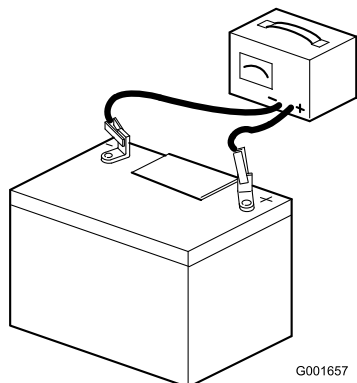

Figure 5
- Raccordez un chargeur de 3 à 4 A aux bornes de la batterie (Figure 5). Chargez la batterie au régime de 3 à 4 ampères durant 4 à 8 heures.